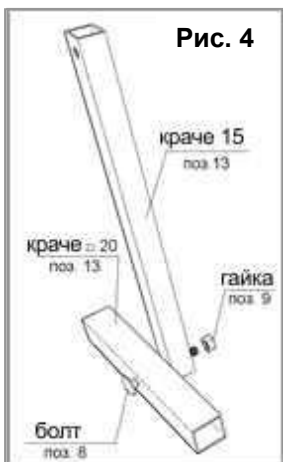

Рис. 4
5.2.1. Сглобете Т-образните крачета за захващане към земята, както е показано на рис. 4.